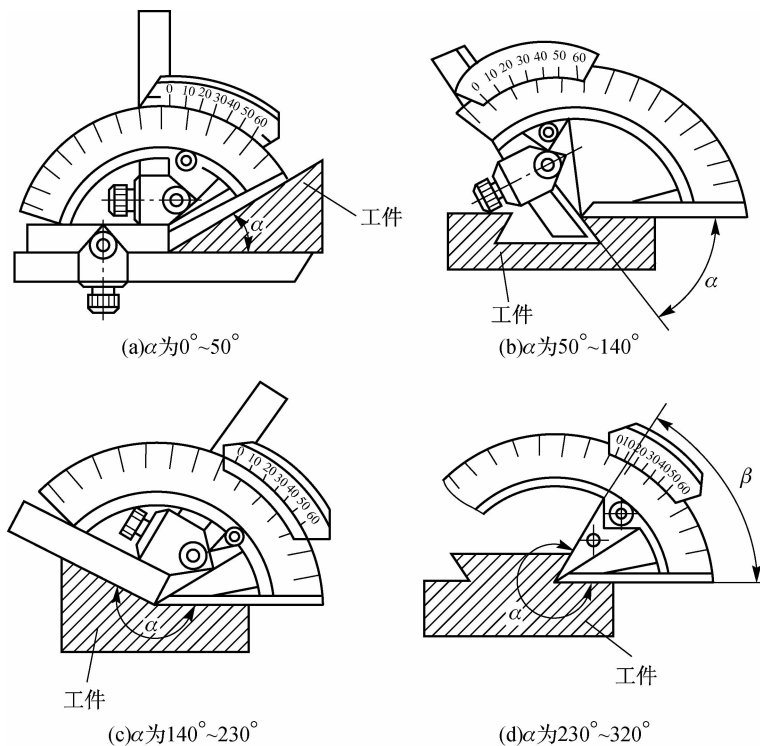

图 1-11 万能角度尺的使用
- (1) 检测  $0^\circ \sim 50^\circ$  时, 装直尺和  $90^\circ$  角尺, 如图 1-11(a) 所示。
- (2) 检测  $50^\circ \sim 140^\circ$  时, 只装直尺, 如图 1-11(b) 所示。
- (3) 检测  $140^\circ \sim 230^\circ$  时, 只装  $90^\circ$  角尺, 如图 1-11(c) 所示。
(4)检测  $230^{\circ}\sim 320^{\circ}$ 时,直尺和  $90^{\circ}$ 角尺均不装,如图 1-11(d)所示。